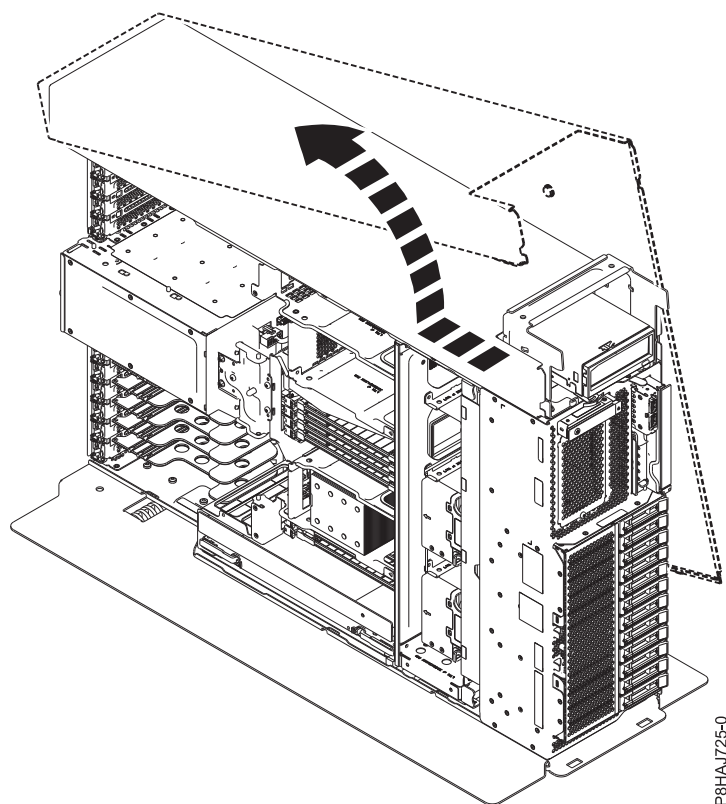

Figura 18. Extracció de la coberta lateral model 8286-41A
5. Feu lliscar la coberta lateral fins que surti del sistema en la direcció que es mostra a la Figura 18.